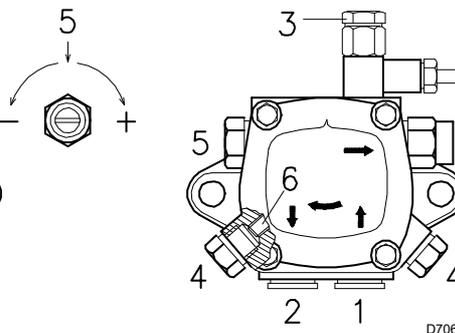

Abb. 18
7.3 Pumpe (Abb. 18)
- Damit sich die Pumpe selbsttätig einschalten kann, muss eine der Schrauben 3) (Abb. 18) der Pumpe gelockert werden, damit der Ansaugschlauch entlüftet wird.
Der Pumpendruck wird durch Verstellen der Schraube 5) (Abb. 18, Seite 19) variiert.